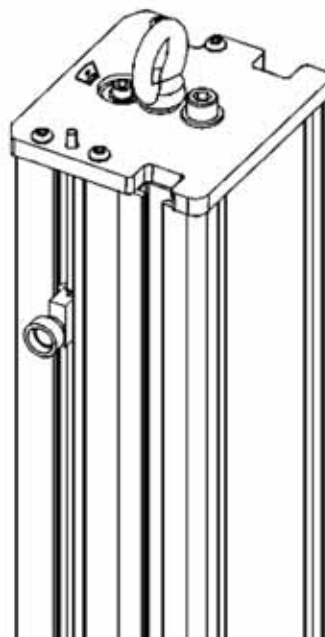

Figura 10. Bullone a occhiello per il sollevamento del telaio
7. Inserire il gancio della gru nel bullone a occhiello sulla parte superiore della colonna del telaio Figura 10 a pagina 58.
Per alcuni sistemi, il bullone a occhiello viene rimosso prima della spedizione. In questo caso, il bullone a occhiello viene consegnato in una busta all'interno di una delle scatole chiuse, generalmente in quella che contiene la documentazione del sistema. Avvitare il bullone a occhiello in cima alla colonna del telaio, come mostrato in Figura 10 a pagina 58.